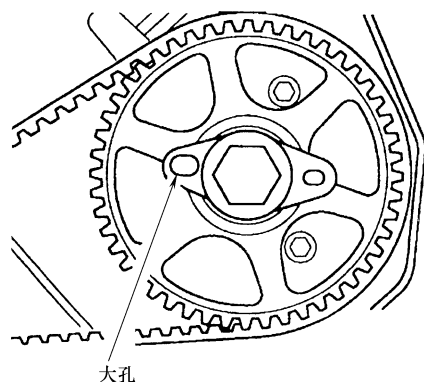

图 1-27 对齐凸轮轴链轮安全板上的大孔
8) 检查凸轮轴位置, 凸轮轴链轮安全板上的大孔必须面朝里侧并相互对齐, 如图 1-27 所示。